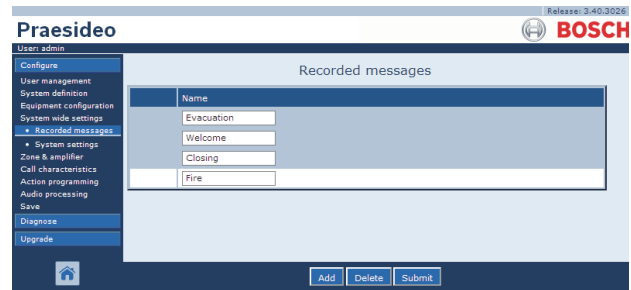

abbildung 45.7: Anmeldung von Durchsagen löschen, Schritt 2
- 2 Klicken Sie auf die Zeile der zu löschenden aufgezeichnete Nachricht. Die gesamte Zeile wird hervorgehoben (siehe abbildung 45.7).